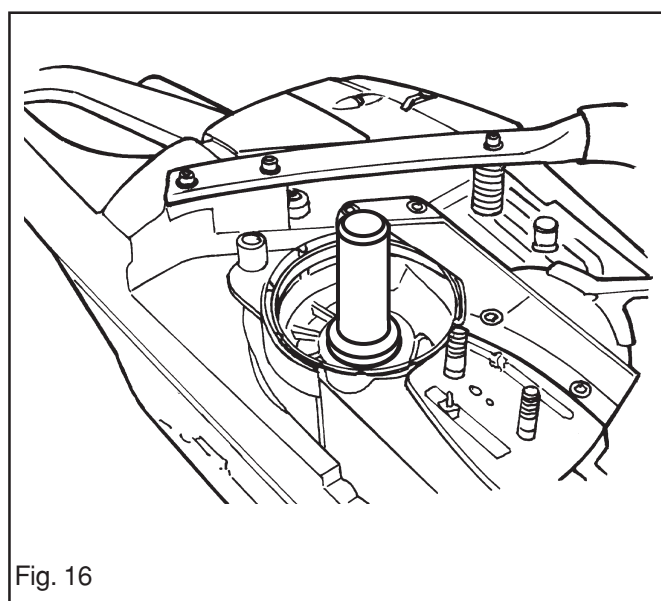

Fig. 16
3. Mettre en place la nouvelle bague d'étanchéité à l'aide du mandrin (pos. 10 ou 11 pages 6 et 7). Voir la fig. 16.
4. Monter les éléments selon la pos 1 ci-dessous.